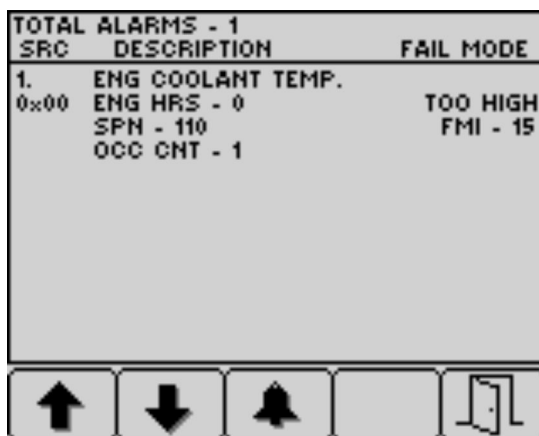

Figure 45
4. Appuyez sur le bouton 5 pour quitter la liste des anomalies actives et revenir à l'écran d'accueil (Figure 45).
5. Appuyez sur le bouton 5 pour quitter la liste des anomalies actives et revenir à l'écran d'accueil; voir Figure 45 sous Messages d'avertissement du moteur \(page 43\).